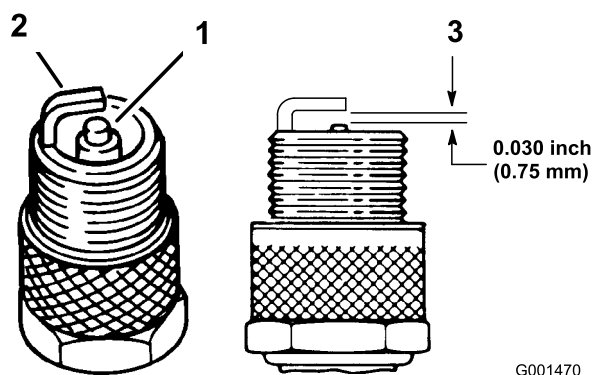

Figure 33
1. Examinez le centre des bougies (Figure 33).
3. Contrôlez l'écartement entre l'électrode centrale et l'électrode latérale (Figure 33).
Remarque: Courbez l'électrode latérale (Figure 33) si l'écartement est incorrect.
3. Branchez les fils aux bougies (Figure 33).